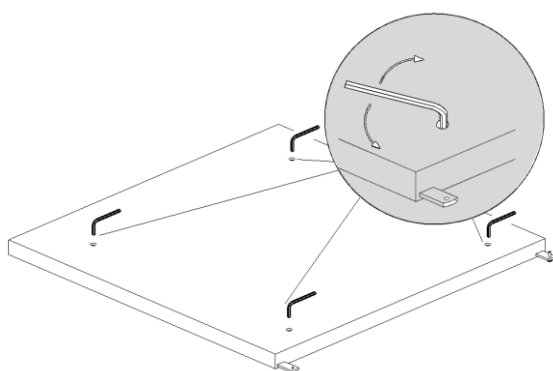

Fig. 2
- Posicionar o painel de solo no chão; ter em atenção que o aparelho deve ficar ligeiramente inclinado para trás para facilitar o fecho das portas e assegurar um bom funcionamento. As pequenas diferenças de nível podem ser compensadas através da regulação dos pés (Fig. 2);